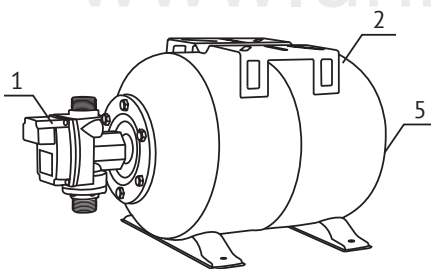

рис. 2
Комплект автоматики ТУРБМ-М3-24 (рис. 2) состоит из блока управления (1) и гидроаккумулятора емкостью 24л (2). На корпусе гидроаккумулятора расположен ниппель для регулирования давления воздуха – (5).